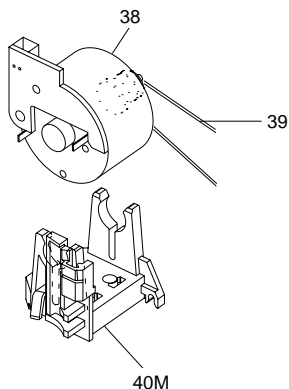

Fig. 15
- Antriebsriemen (Pos. 39) entfernen (Fig. 15) und den Stecker vom Fädelmotor abziehen.
- Fädelmotor (Pos. 38) aus dem Motorhalter (Pos. 40M) ziehen (Fig. 15).
- Remove the drive belt (Pos. 39, Fig. 15) and unplug the connector from the threading motor.
- Pull off the threading motor (Pos. 38) from the motor support (Pos. 40M, Fig. 15).